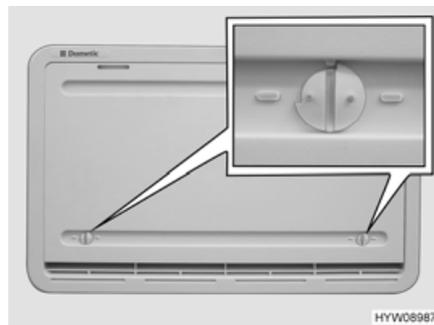

Bild 183 Winterabdeckung
Wenn der Kühlschrank bei niedrigen Außentemperaturen betrieben werden soll, empfiehlt der Hersteller die Verwendung einer Winterabdeckung (Bild 183) für die Kühlschrank-Lüftungsgitter.
- Beide Verriegelungen (Bild 183) öffnen (Nut steht waagrecht).